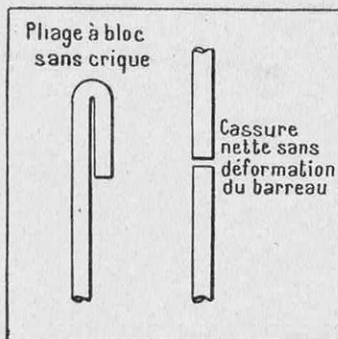

FIG. 4. — LES EFFETS DE LA TREMPÉ A L'EAU SUR DEUX « RONDS » DE 5 MM DE DIAMÈTRE, L'UN EN ACIER DOUX (A GAUCHE), L'AUTRE EN ACIER DUR (A DROITE)
*Effet de la trempe.* — Un acier extra-doux ou doux chauffé au rouge cerise (900°) et plongé dans l'eau garde à peu près la même déformabilité qu'avant la trempe ; ainsi, un petit « rond » de 5 mm à 10 mm, dans ces nuances d'acier, peut être plié à bloc, comme on dit (fig. 4),